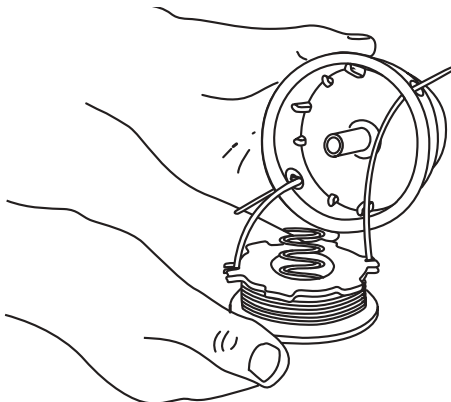

Fig. 20
5. Inserte los extremos de la línea en los ojillos de la bobina exterior (Fig. 20).